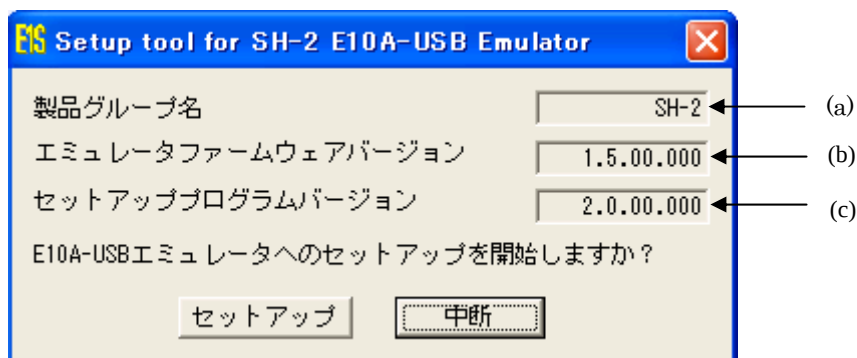

図3.2.9 E10A-USBエミュレータ用セットアップツール
- ・ 「新しいハードウェアの追加ウィザード」が表示された場合、次の「(2) E10A-USBエミュレータのドライバセットアップ」をご参照ください。
③ "セットアップ"ボタンを押してください (図3.2.9)。以下のダイアログボックスが表示されます。